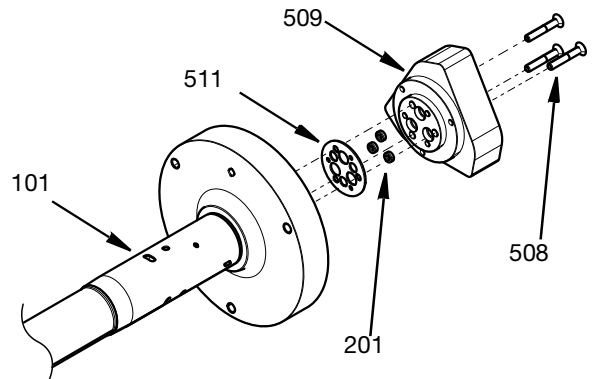

FIG. 27
7. Kalan üç mil contasını (201) hava silindiri muhafazasına (509) monte edin. Mil contalarının takılması için bkz. **Conta Takma ve Çıkarma Araç Kiti, 25T489** sayfa 32. Yeni bir conta (511) takın ve hava silindiri muhafazasını orta gövdeye (101) sabitlemek için üç adet M4 vidayı (508) kullanın. 29,2 in-lbs (3,3 N•m) torkla sıkın. Bkz. FIG. 27.